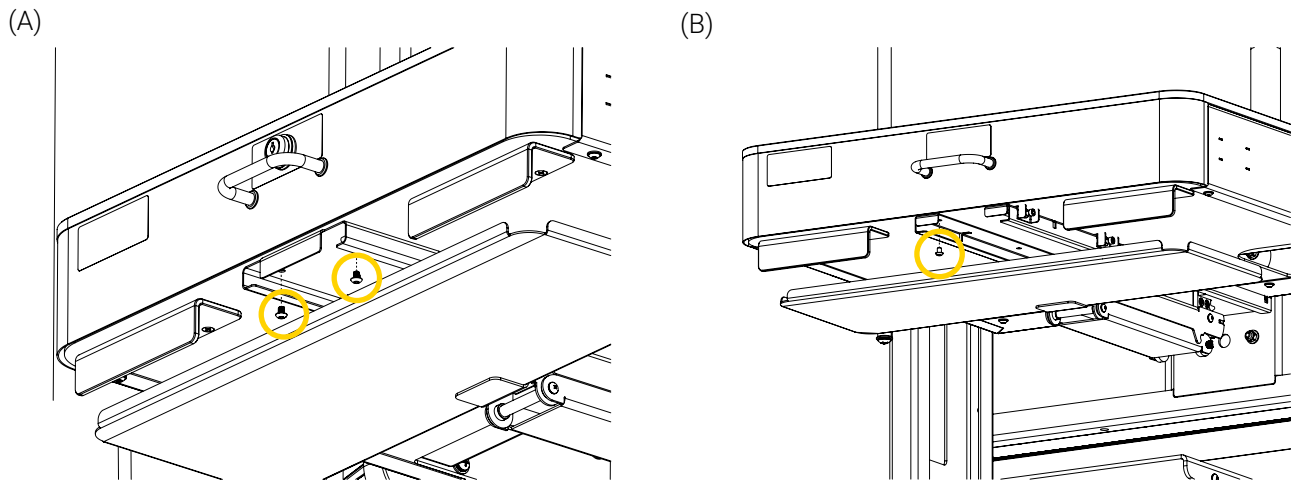

Figure 6: Retrait des(de la) dernière(s) vis
- Pour un Chariot d'endoscopie avec un mécanisme coulissant en 1-partie, retirer les deux (2) dernières vis (Figure 6 A). La visserie ne sera pas réutilisée et peut être jeté.
- Pour un Chariot d'endoscopie avec un mécanisme coulissant en 2-parties, retirer la dernière des quatre (4) vis situées du côté gauche (Figure 6 B). La visserie ne sera pas réutilisée et peut être jeté.